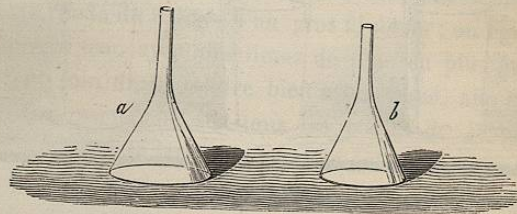

Fig. 41.
26. **Entonnoirs.** — Les entonnoirs (fig. 41) dont on se sert dans les opérations chimiques sont toujours en verre. La forme la plus avantageuse des entonnoirs destinés aux filtrations est celle d'un cône dont le sommet est brusquement étiré en petit tube cylindrique (fig. 41). Leurs parois